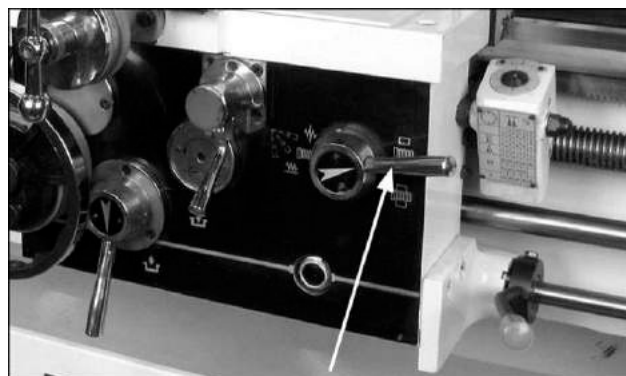

Рис.28
5. Замкните маточную гайку рукояткой (Рис.28) которая должна быть замкнута (опущена) во время всего процесса нарезания резьбы. Этим обеспечивается жесткая связь между поворотом шпинделя и перемещением суппорта при нарезании резьб: метрических, дюймовых, модульных и питчевых.